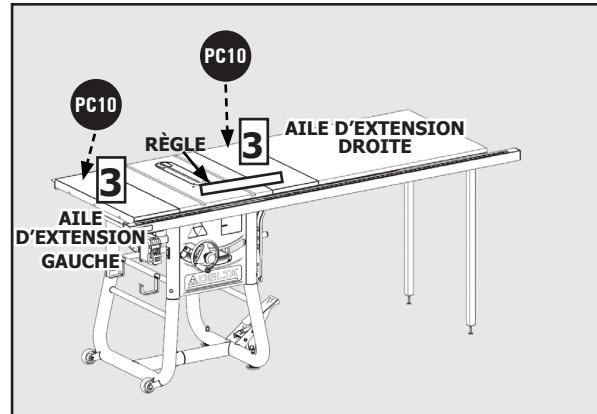

Figure 10
4. Fixez l'aile d'extension gauche **PC10** [3] sur le côté de la table de sciage à l'aide de trois vis à tête hexagonale 5/16 18 x 7/8 pouces avec des rondelles de blocage fendues **HP7**. Voir la Figure 10.
Fixez les ailes d'extension **PC10** [3] à la table à l'aide de trois vis à tête hexagonale 5/16-18 x 7/8 pouces avec des rondelles de blocage **HP7** pour chaque aile. Voir la figure 10.
REMARQUE : Utilisez une règle pour vous assurer que les bords supérieurs des ailes sont au même niveau que le dessus de la table. Voir la Figure 10.